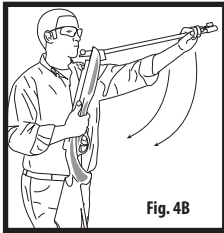

Fig. 4B
- Rapidement et fermement, abaissez la bouche du canon aussi loin que nécessaire jusqu'au point où le mécanisme d'armement s'enclenche (Fig. 4B).